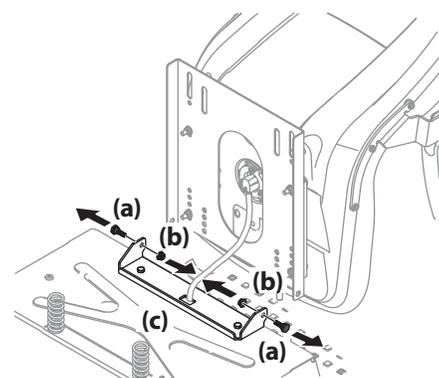

Figure 2-3
2. Retirez les deux boulons à épaulement (a) et les deux écrous autobloquants à bride (b) du support du siège (c). Voir Figure 2-3.